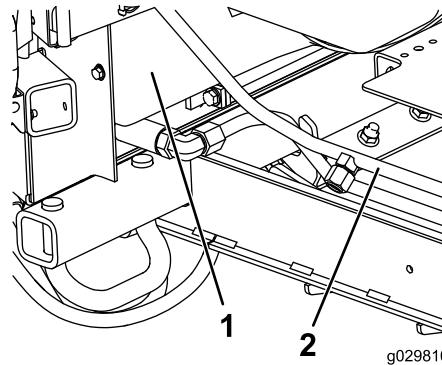
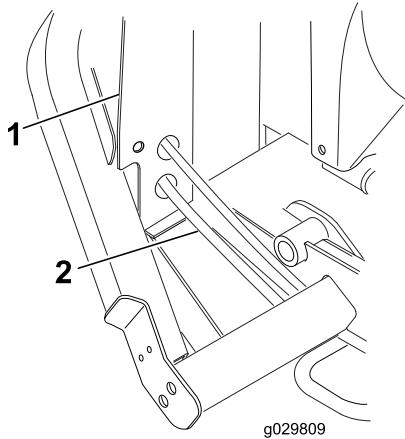

Figure 13
Figure 14
1. Du côté droit de la machine, juste devant le cadre du radiateur, placez un bac de vidange sous le flexible de retour du refroidisseur d'huile (Figure 13 ou Figure 14).